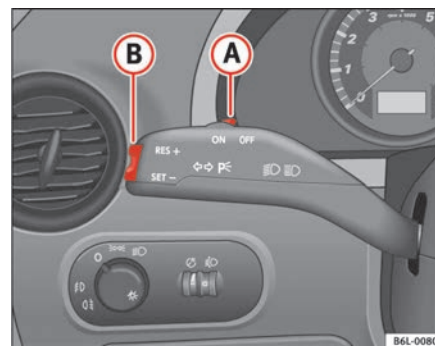

Fig. 104 Palanca de intermitentes y de luz de carretera: mando y tecla basculante para el regulador de velocidad
- Presione la parte superior de la tecla basculante **RES** ⇒ fig. 104 **B** para aumentar la velocidad. El vehículo acelerará mientras mantenga la tecla presionada. Al soltar la tecla quedará memorizada la nueva velocidad.
Si se reduce la velocidad programada pisando el pedal del freno, se desactiva el regulador de velocidad. Si quiere activar de nuevo el regulador, bastará con presionar una vez la parte superior de la tecla basculante **RES+** ⇒ página 151, fig. 104 **B**.